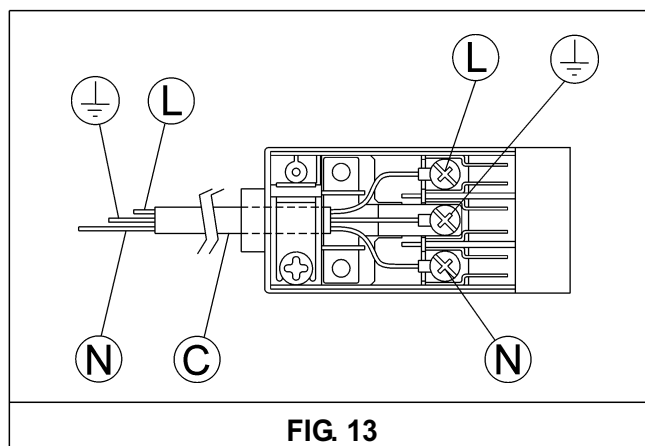

FIG. 13
- Se l'apparecchio è sprovvisto del cavo d'alimentazione, collegare alla morsettiera un cavo di adeguata sezione (vedi tabella nelle pagine successive) tenendo il conduttore di terra più lungo rispetto ai conduttori di fase e, seguendo lo schema della fig. 13.